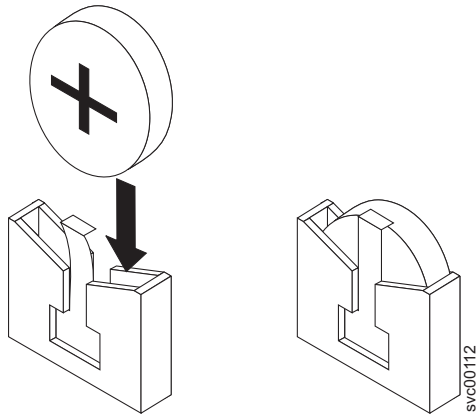

図 140. CMOS バッテリー・ソケット
- c. 図 140 に示すように、バッテリーが所定の位置に収まるまで下方にスライドさせます。